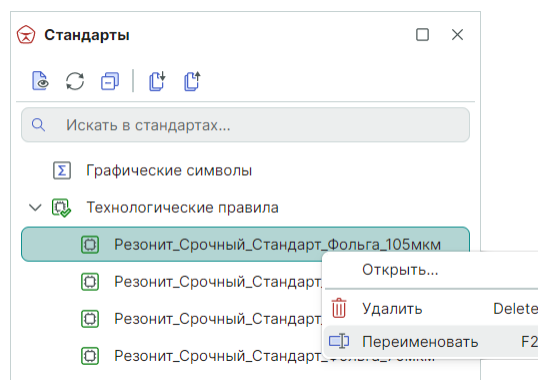

Рис. 154 Переименование шаблона технологических правил
2. Вызовите контекстное меню и выберите команду «Переименовать», см. Рис. 154. Для данного действия также задана горячая клавиша «F2».